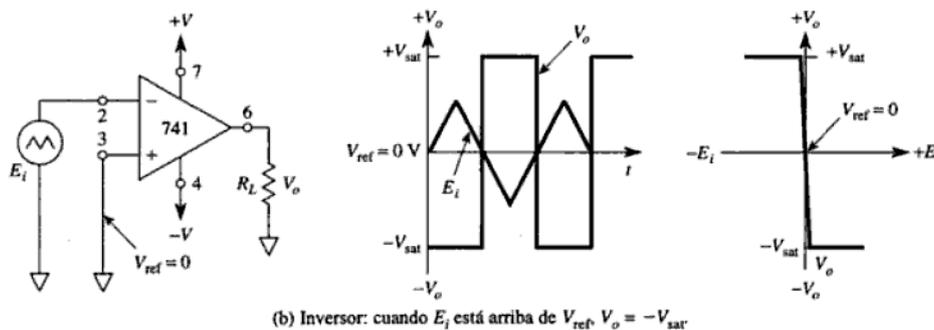

Figura 2. Detector de cruce por cero "inversor".
- 2) Armar el circuito detector de cruce por cero “inversor” mostrado en la figura 2, y aplicar las siguientes señales triangular y senoidal de entrada $E_i = 3V_p @ 1KHz$.